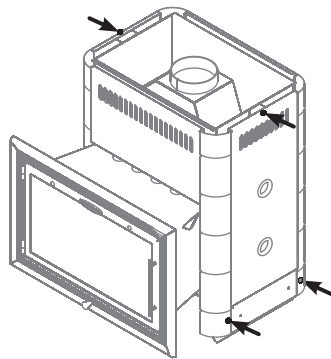

Рисунок 6. Демонтаж конвектора печи «Витрувия»
2. Снять конвектор, открутив 6 саморезов (рисунок 6)